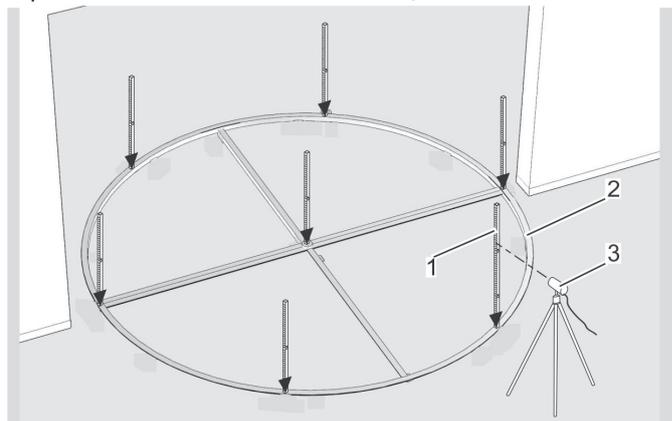

Рис. 28 Выравнивание напольного кольца
1. Установить лазерный нивелир (рис. 28/3) перед напольным кольцом (рис. 28/2).
2. Выбрать опорную точку, затем установить нивелировочную рейку (рис. 28/1) в вертикальное положение в любой точке на напольном кольце.